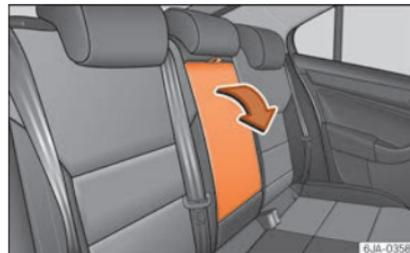

Fig. 145 Asientos traseros: apoyabrazos.
- Para mayor comodidad puede abatir el apoyabrazos hacia abajo utilizando el asa »» **fig. 145**.